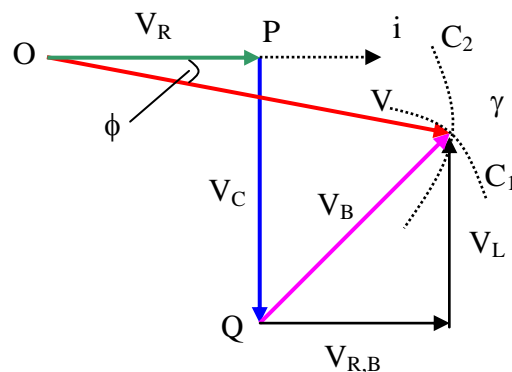

Figura 11.10
5. Queremos agora a reatância indutiva do circuito e a resistência ôhmica da bobina. Para isto, é preciso desenhar o diagrama de fasores, lembrando que V_R , V_C e V_B se adicionam como se fossem grandezas vetoriais, dando como resultante a tensão V. Isto está feito na figura 11.10, onde V_R e V_C podem ser traçados imediatamente porque sabemos que os segmentos que os representam são perpendiculares entre si. Para traçar V_B e V, basta perceber que o ponto γ na